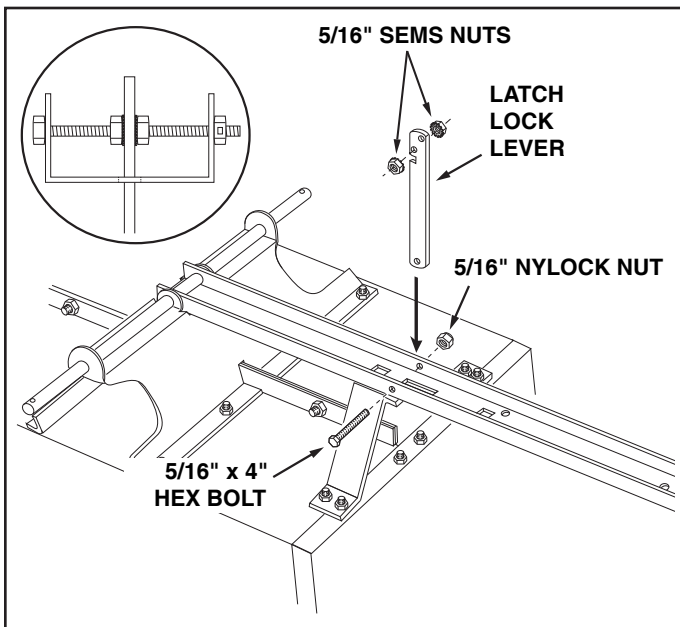

FIGURE 10
- Place the latch lock lever through the slot in the draw bar tongue as shown in figure 10. Assemble the 5/16" x 4" hex bolt through the tongue, the lever and two 5/16" SEMS nuts (one on each side of the lever). Assemble the 5/16" nylock nut onto the end of the bolt and **tighten** so that the bolt can still rotate freely. **Tighten** the two 5/16" SEMS nuts against the sides of the latch lock lever so that the lever is centered in the slot. See figure 10.
15. Faites passer le loquet de verrouillage dans l'emplacement prévu dans la barre de traction d'attelage comme montré dans la figure 10. Assemblez le boulon hex. 5/16" x 3-3/4" au travers de la barre, le levier loquet et deux contre écrous hex. de 5/16" (un de chaque côté du levier). Montez le **contre-écrou** hex. de 5/16" sur l'extrémité du boulon et **serrez** de telle sorte que le boulon puisse encore pivoter librement. **Serrez** les deux contre écrous hex. de 5/16" contre les côtés du levier loquet de verrouillage de telle sorte que le levier soit centré dans l'emplacement. Voir figure 10.